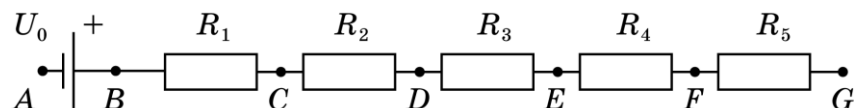

Рис.1
1. Определим отношение $\alpha = m_M/m_I$. Для повышения точности сделаем это трижды. Расположим центр тяжести системы провод - изоляция на краю линейки при двух положениях провода и измерим три различных расстояния y_1, y_2, y_3 (рис.1).
Задание 9.2. Серый ящик – магазин. С помощью серого ящика, содержащего источник напряжения U_0 и «магазин» сопротивлений (набор пяти резисторов, включённых последовательно) (рис.1), определите величины внутренних сопротивлений R_{A1} , R_{A2} и R_{A3} мультиметра, используемого в качестве амперметра в диапазонах 200 мА, 20 мА, и 2000 мкА. Для выполнения задания исследуйте зависимость силы тока через амперметр от величины сопротивления в цепи его включения. Выведите формулу, связывающую измеренные вами физические величины между собой. Постройте график полученной зависимости в координатах, в которых эта зависимость является линейной.
Указание для организаторов. Серый ящик можно собрать в любой коробочке (например, в футляре для зубной щетки). На внешнюю сторону коробочки должно быть выведено 7 контактов (например, винты М3 с гайкой), с обратной стороны к которым через контактный лепесток припаяны резисторы и выводы от держателя обычной пальчиковой батарейки типа АА. Величины сопротивлений примерно следующие: $R_1=5\text{ Ом}$, $R_2=10\text{ Ом}$, $R_3=20\text{ Ом}$, $R_4=40\text{ Ом}$, $R_5=80\text{ Ом}$. Контакты на поверхности коробочки должны быть подписаны А, В, С, D, E, F и G – в соответствии со схемой на рис.1.